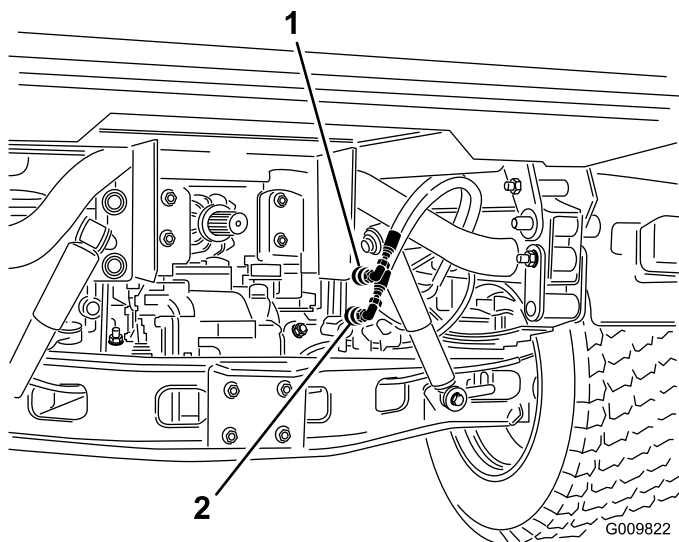

Figura 75
2. Scollegate i due tubi dei giunti a disinnesto rapido dai tubi fissati alla relativa staffa, su entrambi i veicoli (Figura 75).